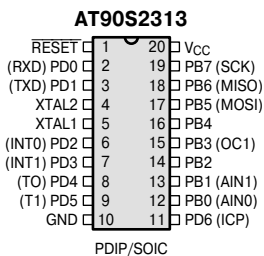

Рис. 1.3. Расположение выводов модели AT90S2313
- AT90S2313 (**Рис. 1.3**) имеет FLASH-память программ объемом 2 Кбайт, EEPROM-память данных объемом 128 байт и ОЗУ объемом 128 байт. Количество контактов ввода/вывода равно 15;